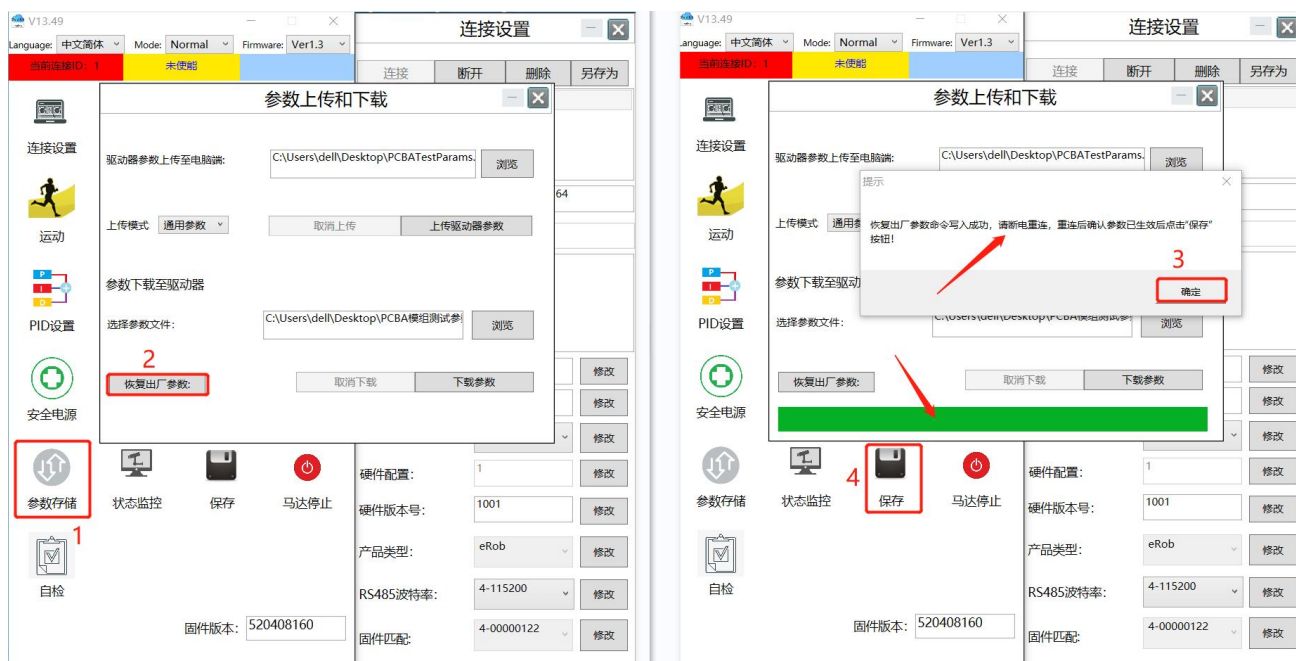

图 22-1 恢复出厂参数操作
如图 22-1 所示,恢复出厂参数操作步骤如下:
- 2、点击“恢复出厂参数”按钮,等待进度条显示完成,弹出图 22-1 提示框,点击“确认”。